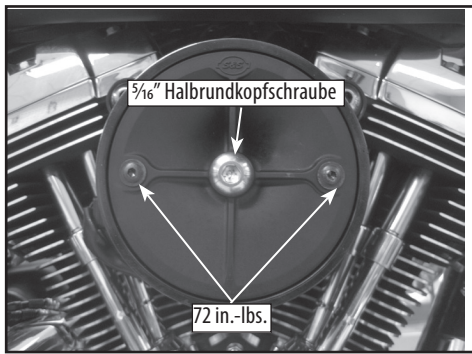

Abbildung 11
16. Schieben Sie die 1/4" X 20 Flansch-Halbrundkopfschrauben durch die Kopffilterplatte aus Plastik, drehen Sie sie ein und befestigen Sie sie gleichmäßig, bis sie bündig anliegen. Drehen Sie die Schrauben dann auf 72 in.-lbs. fest, wie in **Abbildung 11** dargestellt.
17. Befestigen Sie eine S&S-Luftfilterabdeckung bzw. eine 1999-2016 Standard-Harley-Davidson® Big-Twin-Luftfilterabdeckung am Stealth-Luftfilterset. Verwenden Sie dazu die 5/16" Rundkopfschraube, mit 234 blauem Loctite® auf den Gewinden, und drehen Sie sie auf 10 ft.-lbs. fest, siehe **Abbildung 11**.